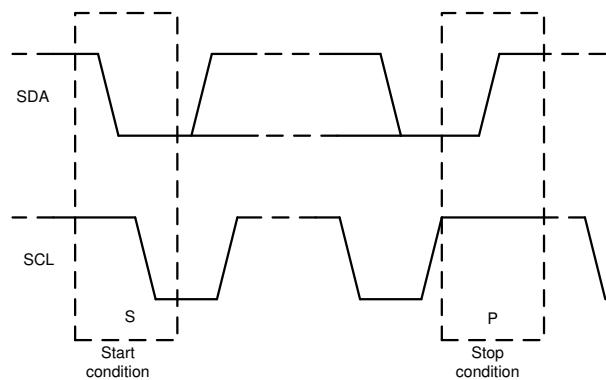

图 6-21. 启动和停止条件
1. 控制器通过产生启动条件来启动数据传输。图 6-21 显示，启动条件是当 SCL 为高电平时在 SDA 线上发生从高到低的转换。所有与 I²C 兼容的器件都会识别启动条件。
4. 图 6-21 显示，为指示数据传输结束，控制器通过在 SCL 线处于高电平期间将 SDA 线从低电平拉至高电平来产生停止条件。此操作将释放总线并停止与寻址的目标器件之间的通信链路。所有与 I²C 兼容的器件都会识别停止条件。在收到停止条件后，将释放总线，然后所有目标器件等待启动条件，接着是匹配的地址。